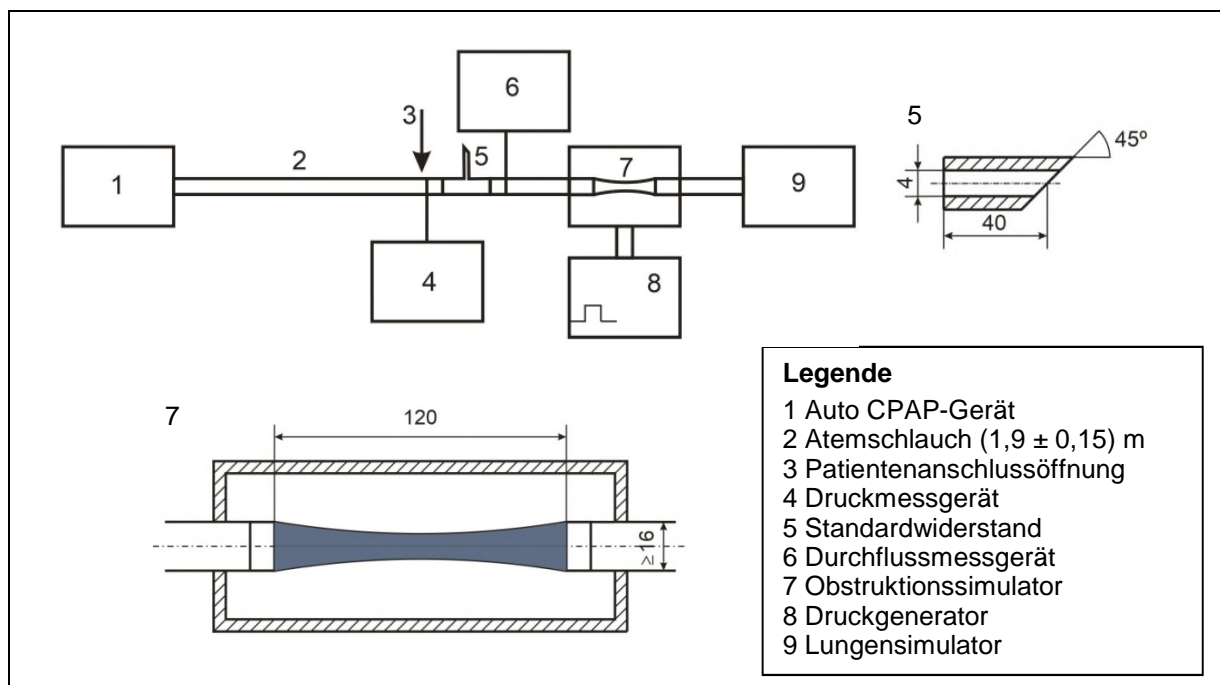

Abb. 1: Prüfaufbau
Das Auto CPAP Gerät (1) ist gemäß den Anweisungen des Herstellers aufzustellen und mit dem beiliegenden Atemschlauch (2) zu verbinden. Die Patientenanschlussöffnung (3) ist gemäß dem dargestellten Prüfaufbau in Abb. 1 mit einem Druckmessgerät (4) und dem Standardwiderstand (5) zu verbinden.